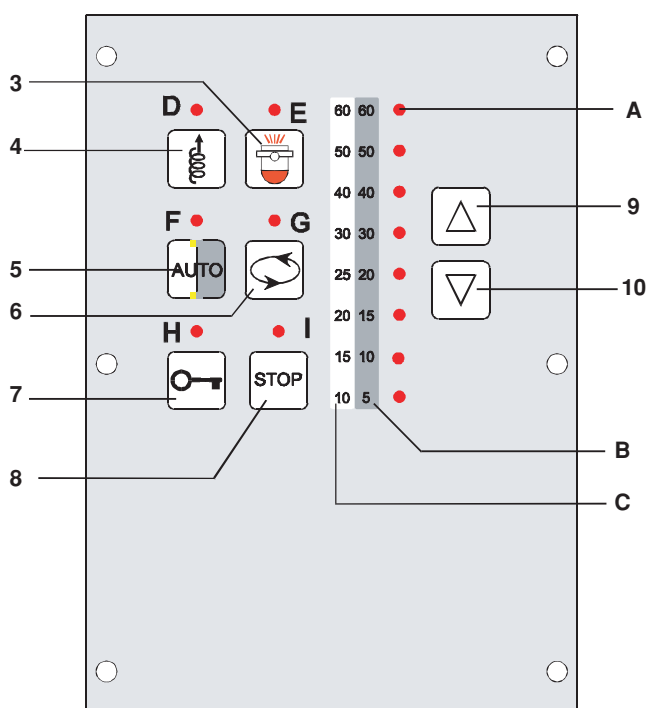

Fig.4
- Si accenderà la spia verde dell'interruttore, per qualche secondo tutti i led della tastiera poi rimarranno accesi i primi sei led rossi (A, fig. 4), e l'indicatore luminoso STOP (H, fig. 4), se il braccio è già in posizione lampeggerà il led del pulsante alza bobina (D, fig. 4).
Se la bobina di riscaldamento è sollevata ed un crogiolo caldo è immerso in essa premere prima il pulsante di stop (8, fig. 4) e poi disinserire la macchina.
- Dal basso verso l'alto (fusione): portare il braccio in posizione (il crogiolo deve trovarsi sopra alla bobina di riscaldamento) ruotandolo finché la spia del pulsante alza bobina (4, fig. 4) lampeggia, quindi premere tale pulsante.
- Dall'alto verso il basso: premere il pulsante di stop (8, fig. 4).
- Se si vuol fondere in modalità manuale premere il pulsante fusione (3, fig. 4). Si accenderà il led corrispondente.
- Se si vuol fondere in modalità automatica premere il pulsante auto (5, fig. 4), la spia del pulsante di inizio fusione lampeggia. Impostare quindi con i tasti di incremento e decremento (9 e 10 di fig. 4) il tempo di stabilizzazione della fusione facendo riferimento alla scala C di fig. 4. Premere poi il tasto di inizio fusione (3, fig. 4), la spia del pulsante di centrifugazione inizia a lampeggiare, impostare come appena descritto anche il tempo di centrifugazione facendo riferimento alla scala B di fig. 4. Premere quindi il tasto di centrifugazione (6, fig. 4) ed il tasto di inizio fusione (3, fig. 4).
E' possibile in qualsiasi momento tornare in modalità manuale premendo il pulsante auto (5, fig. 4).
È possibile variare la potenza di fusione, anche a fusione già avviata, agendo sui pulsanti di incremento e decremento (9 e 10 fig. 4).
- premendo il pulsante di stop fusione-centrifugazione (8, fig. 4);
Per impostare il tempo di centrifugazione, tempo dopo il quale si ha l'arresto automatico della centrifuga, premere il tasto auto (5, fig. 4) e poi quello di inizio fusione (3, fig. 4), la spia del tasto di avvio centrifugazione lampeggia e quella del tasto auto è accesa. Selezionare il tempo desiderato agendo sul pulsante di incremento e/o decremento (9 e 10, fig. 4) facendo riferimento alla scala dei tempi B di figura 4. Premere infine il tasto di avvio centrifugazione (6, fig. 4) ed il pulsante auto (5, fig. 4), le relative spie si spengono.
- premere il pulsante di centrifugazione (6, fig. 4);